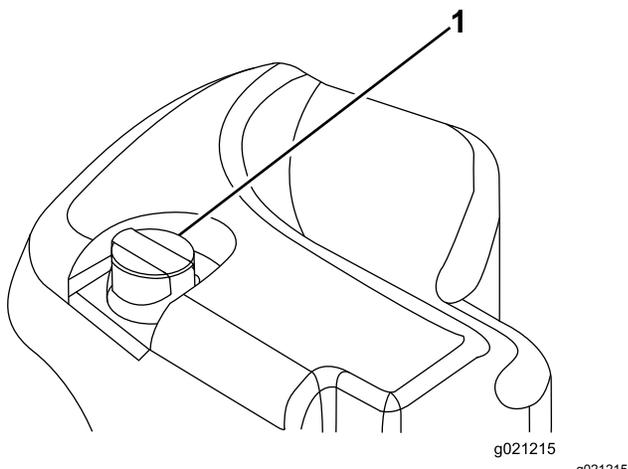

Рисунок 98
2. Очистите зону вокруг заливной горловины и крышки гидравлического бака (Рисунок 98). Снимите крышку с заливной горловины.